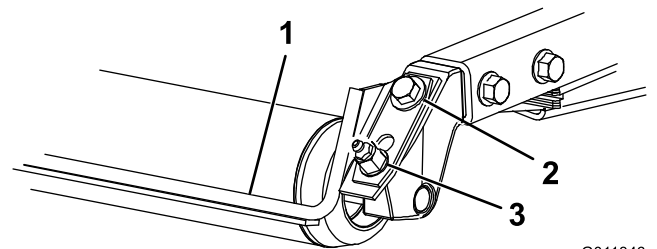

Figura 6
1. Afloje el engrasador y el tornillo de montaje (Figura 6).